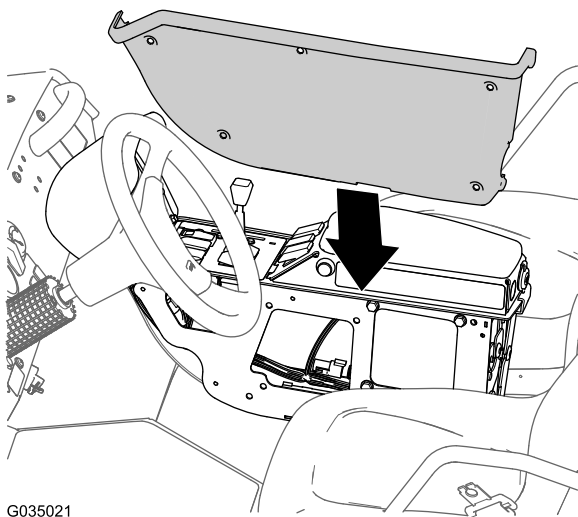

Figura 119
- Alinee la cubierta que retiró en el paso 3 de Enrutado del arnés de cables del circuito de cierre de la bomba del fumigador (página 54) con la parte izquierda de la consola central (Figura 119).